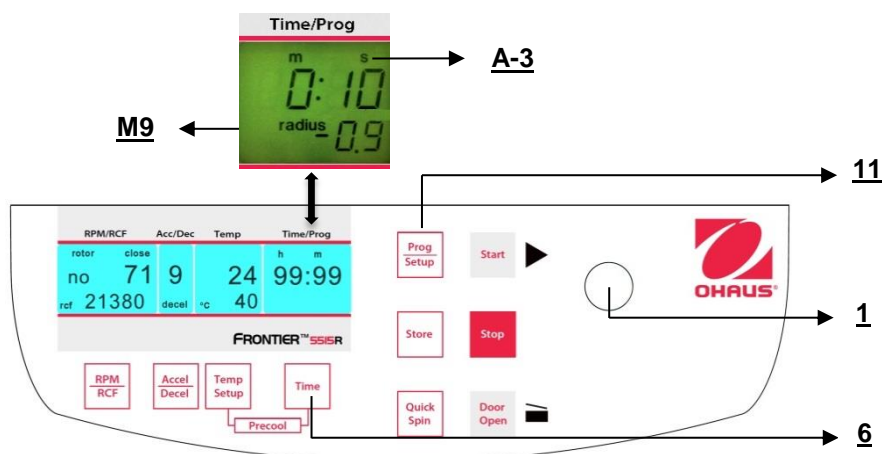

Figura 21.
Chiudere il coperchio, quindi premere allo stesso tempo il tasto **"Time"** (6) (fare riferimento alla figura 21) e il tasto **"Prog/Setup"** (11) e tenerli premuti.